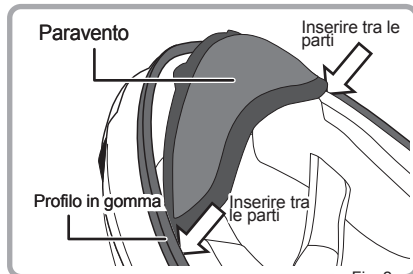

Fig. 2
2. Inserire l'interfodera di entrambi i lati del paravento tra l'area anteriore del guancia e il profilo in gomma. (Fig. 2)